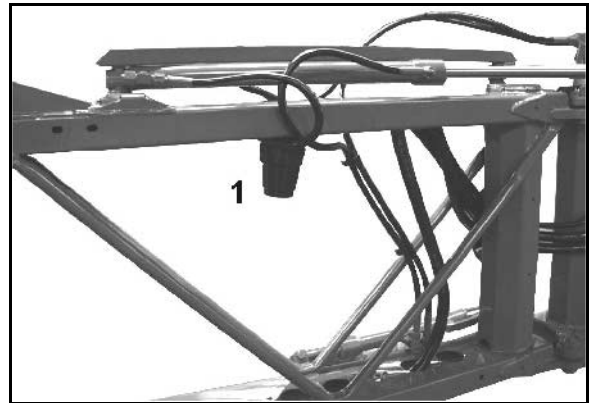

Fig. 168
- Rengør slangefiltrene (Fig. 168/1) hver 3.-4. måned alt efter anvendelsesforholdene.